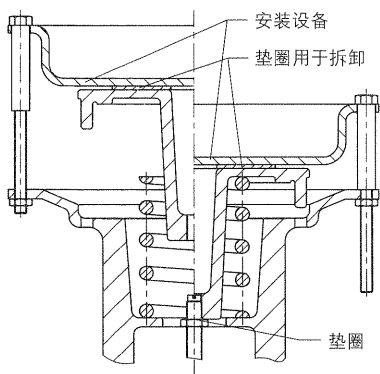

图 3 · 安装设备 DN 15 至 80
由于弹簧（5.5）在执行器中被预压，需要使用一种**安装设备**（见图3及5，表1）。
2. 按图 3 所示, 把垫圈 (大约 5mm) 放到弹簧板上。把安装设备放在上面, 并用三个紧固螺钉及螺母固定。转动螺母以便弹簧板 (5.6) 被均匀预压。这样, 阀芯 (3) 脱离阀座。